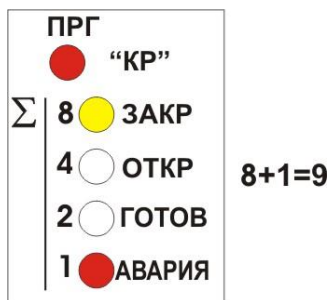

Рисунок 7 - Пример индикации значения уставки =9
1.9.3 В режиме изменения уставки светодиоды **ЗАКР(8), ОТКР(4), ГОТОВ(2), АВАРИЯ(1)** отображают в двоично-десятичном формате значение уставки от 0 до 15, которое вычисляется как сумма разрядов (8, 4, 2, 1) горящих светодиодов. Пример на рис.7.